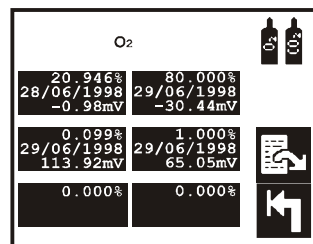
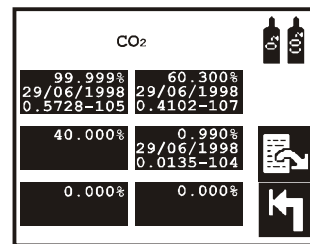

Fig. 14. O2 Kalibriergase
Fig. 15. CO2 Kalibriergase
**Als erläuterndes Beispiel werden 2 Kalibriergase aus Abb. 14, bzw. Abb. 15 benutzt:**
5. Direkt auf ein leeres Schirmfeld drücken (siehe Abb. 14 oder Abb. 15) und die Gaskonzentration eintasten. Die Gaskonzentration wird auf dem Zertifikat des Kalibriergases in der Rubrik "Analysewert" abgelesen.